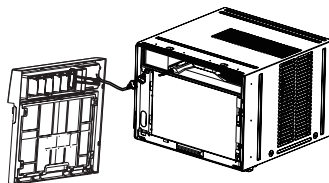

Fig.4
6. Desconecte el enchufe del conector del panel de visualización de la unidad y coloque el panel frontal a un lado (ver Fig.4).